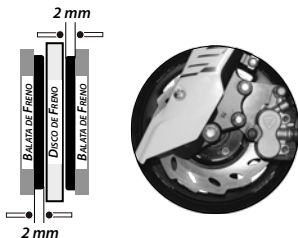

Imagen 19. Desgaste del freno delantero.
2. Revisar el nivel de desgaste de las balatas del freno delantero. Ver imagen 19.